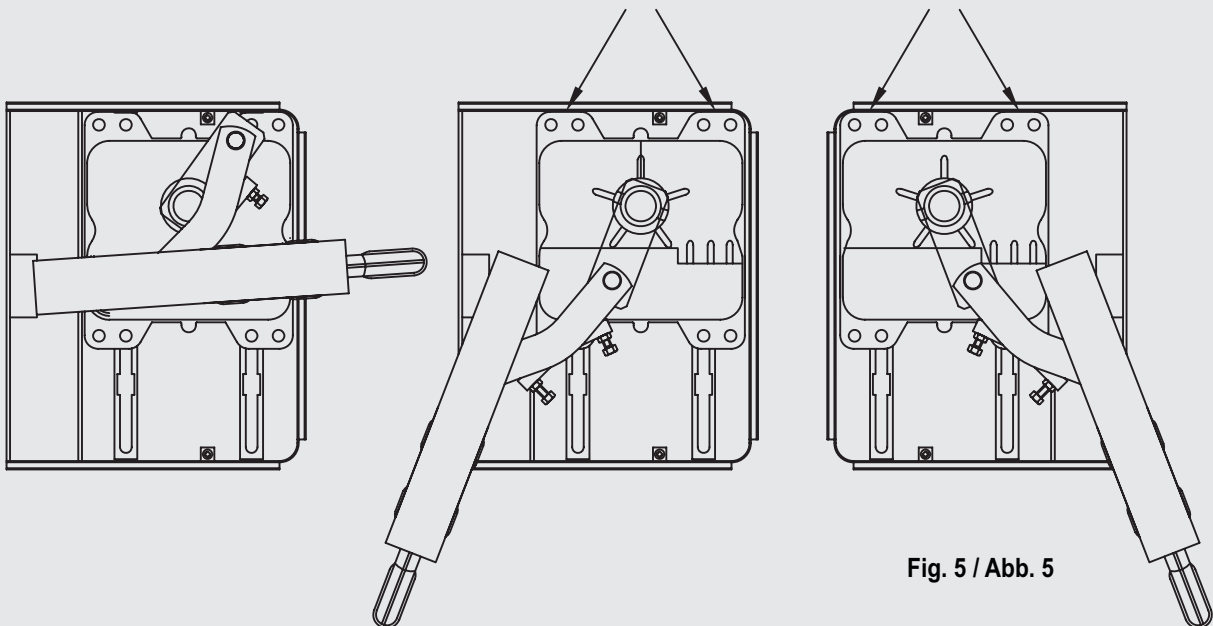

Fig. 5 / Abb. 5
I 115° massimi vengono sviluppati nella condizione come in fig. 5.
- 3) Pour un fonctionnement optimal, fixer l'opérateur à la caisse de fondation en faisant attention que le moteur appuie latéralement contre le Box Rock comme indiqué sur la figure 5.
Les 115° maximum sont développés dans la condition présentée fig. 5.
Los 115° máximos se desarrollan en la condición ilustrada en la fig. 5.
3. For a correct working, fix the gear motor into the foundation box carefully, with the gear motor' side in contact with the box rock side, like in fig. 5
The maximum opening angle of 115° is reached under the conditions shown in Fig.5.
3. Für einen optimalen Lauf, den Getriebemotor in den Fundamentkasten befestigen. Der Antrieb muss seitlich an Box Rock angelehnt sein, siehe Fig. 5.
Die maximalen 115° werden unter der in Abb.5 dargestellten Bedingung erzielt.
3. Bevestig voor een optimale werking de reductiemotor aan de funderingskast en let er daarbij op dat de motor met de zijkant op de Box Rock rust, zoals dat op afbeelding 5 is te zien.
De max. openingshoek van 115° wordt verkregen onder de op fig. 5 afgebeelde omstandigheden.